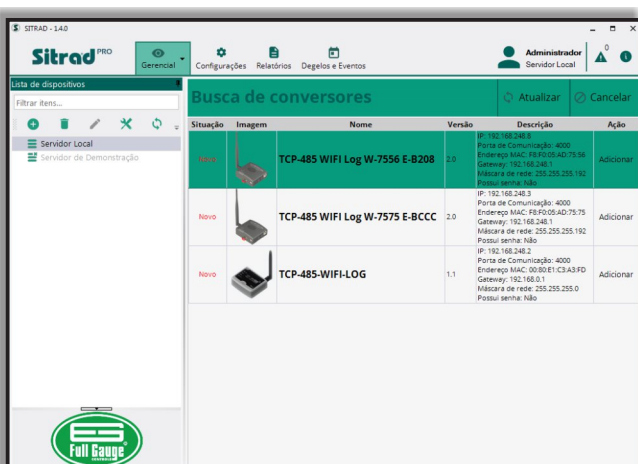

Figura 27
Passo 3: O Sitrad^{PRO} realiza a busca na rede, e os conversores disponíveis aparecem na guia **Busca de conversores** (Figura 27). Selecione o conversor desejado e clique em **Adicionar**.